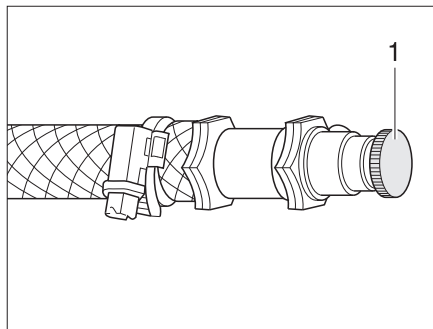

Fig. 270 Válvula de purga de la calefacción de agua caliente
- Abrir la válvula de purga (Fig. 270,1) y dejarla abierta hasta que deje de salir aire.